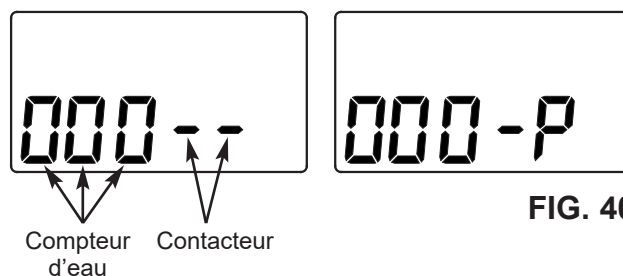

FIG. 40
3. La lettre « P » suivi d'un ou de plusieurs tirets indique le fonctionnement du contacteur de POSITION (consultez la figure 40). Si la lettre apparaît, le contacteur est fermé. Si le tiret apparaît, le contacteur est ouvert.